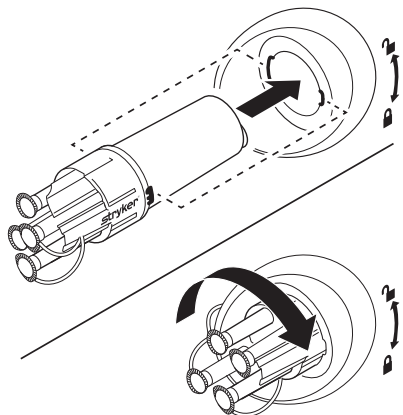

図3 マニホールドの装着とロック
1. 希望するローバーキャニスターのスロット付き差込口にロック式マニホールドを合わせて、押し込みます (図3)。